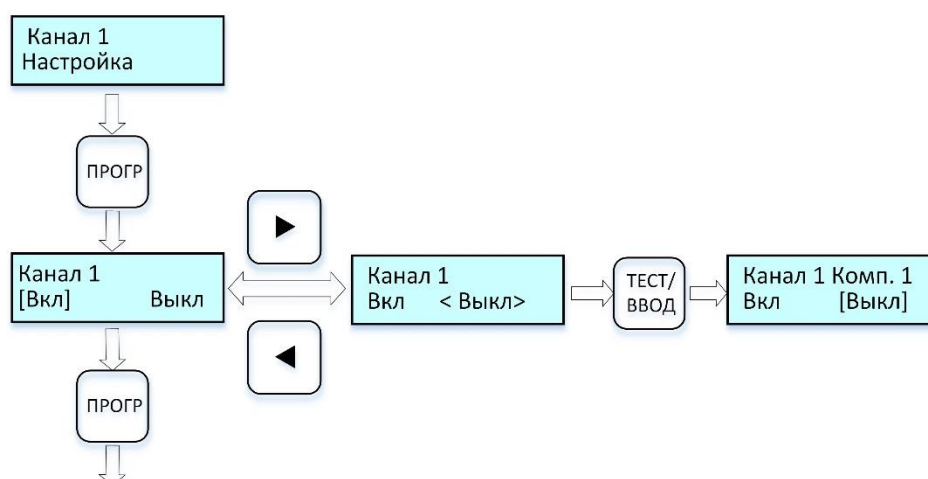

Рисунок 8 – Циклограмма выводимых сообщений на дисплей при включении/выключении выбранного канала
2.6.5.4 Для **включения/выключения канала** выполнить действия по п. 2.6.5.1 (при необходимости), далее по циклограмме рис. 8.